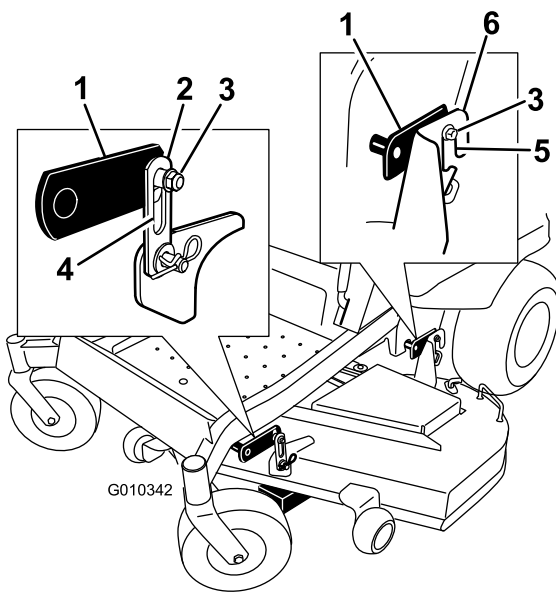

Bild 72
4. Lösen Sie die Sicherungsmuttern der Nivellierungseinstellung (Artikel 3) an allen vier Ecken, sodass das Mähwerk sicher auf allen vier Blöcken sitzt. Stellen Sie sicher, dass die Mähwerkhängeprofile ganz unten sind (oben am Schlitz) und dass das Mähwerkhupedal ganz gegen den Anschlag gedrückt ist. Ziehen Sie dann die vier Sicherungsmuttern der Nivellierungseinstellung fest (Bild 72).